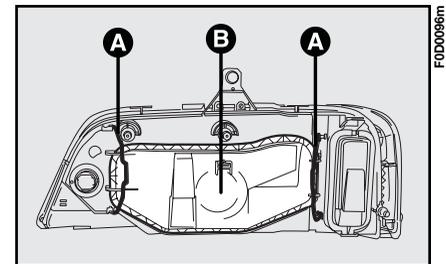

Abb. 12
3) Aushakung der Feder **A**, **Abb. 12** und Abnahme des Deckels **B**;
7) Die Befestigungsfedern wieder einhaken, den Verbinder einsetzen, den Deckel **B, Abb. 12** aufsetzen und mit den betreffenden Federn befestigen.